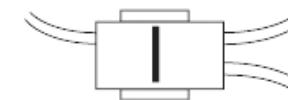

Рис. 2. Соединитель проводов (клипса) для подключения комбинации GF625 к проводу сигнала расхода топлива.
6.6. Пропустить провод расхода топлива к колодке маршрутного компьютера и подключить его соединителем проводов (см. Рис. 2 на стр.3).